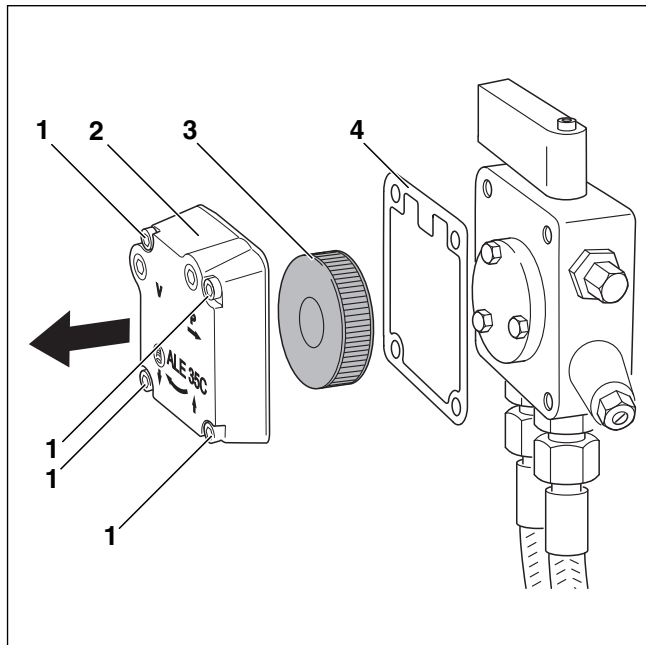

Bild 40 Ölpumpenfilter prüfen – Ölpumpe Suntec
- ▶ Die vier Innensechskantschrauben (→ Bild 40, [1]) lösen.
- ▶ Gehäusedeckel (→ Bild 40, [2]) abnehmen.
- ▶ Ölpumpenfilter (→ Bild 40, [3]) herausnehmen.
- ▶ Dichtung (→ Bild 40, [4]) auf Beschädigung prüfen und ggf. austauschen.
- ▶ Ölpumpenfilter (→ Bild 40, [3]) mit Waschbenzin reinigen, ggf. austauschen und wieder in die Ölpumpe einbauen.